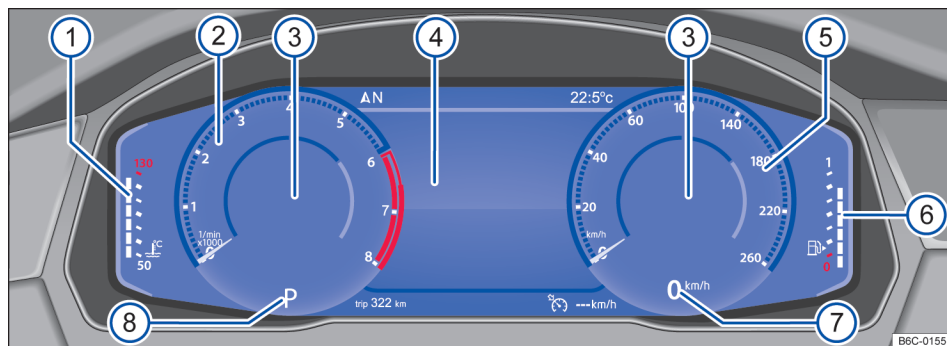

Fig. 10 Active Info Display (variante 1) en el tablero de instrumentos.
Explicaciones sobre los instrumentos → fig. 10:
Dependiendo de la versión de la radio y del perfil de información seleccionado, el Active Info Display muestra información adicional en el centro de instrumentos redondos → fig. 10③.